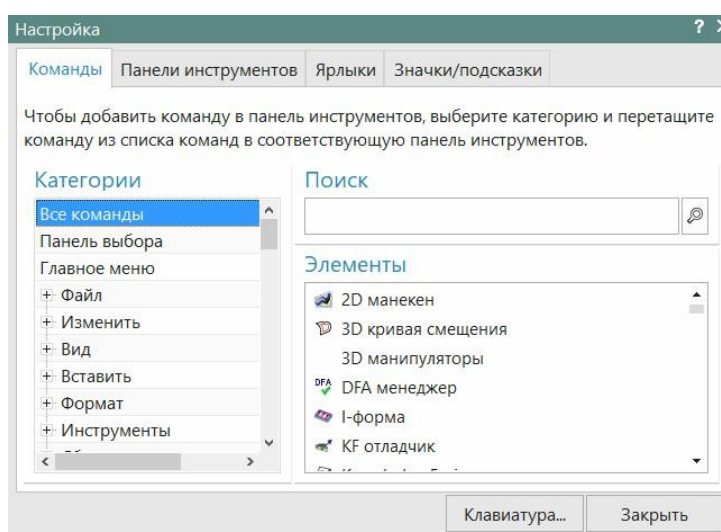

рис.59
- Диалоговое окно *Настройки* представлено на рис. 59. В этом окне есть несколько закладок. Нас в данный момент интересует закладка **Команды**.
- В левой части окна, в поле «*Категории*», под именем «*Главное меню*» (рис. 59) повторены **все падающие меню** данного режима работы. В том числе и меню *Вставить*.
- Каждое из этих меню в окне рис. 59 можно раскрыть (раскрыть плюсики), и тогда в правой части этого же окна система покажет **полный список команд**, которые присутствуют в данном «*инструментальном ящичке*». Например, на рис.61 показано, что в ящичке *База\точка* присутствуют инструменты: *Координатная плоскость*, *Координатная ось*, *Базовая СК*, *Точка*, *Набор точек* и т.д.